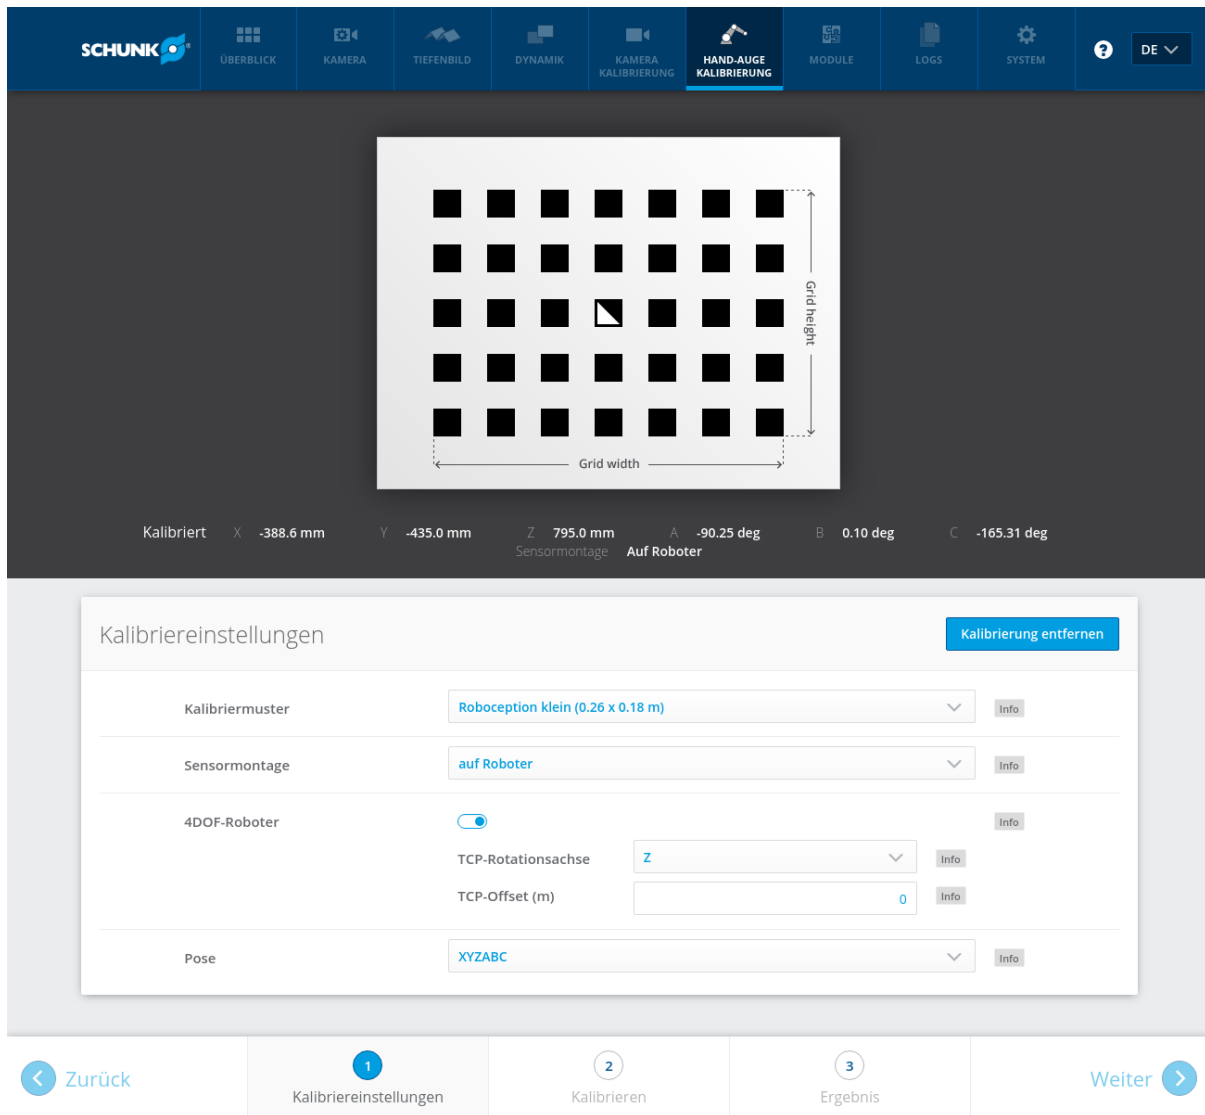

Abb. 6.22: Erfassung der Parameter zur Hand-Auge-Kalibrierung in der Web GUI des *rc\_visard*
**Web GUI-Beispiel:** Die Web GUI bietet eine Oberfläche, über die sich diese Parameter im ersten Schritt der Kalibrieroutine, wie in Abb. 6.22 gezeigt, erfassen lassen. Neben den Angaben zur Mustergröße und Kameramontage kann der Benutzer in der Web GUI auch die Kalibrierung von 4DOF-Robotern einstellen. In diesem Fall müssen die Rotationsachse, sowie der Offset vom TCP zum Kamerakoordinatensystem (für Kameras am Roboter) oder zur Oberfläche des Kalibriermusters (für statische Kameras) angegeben werden. Außerdem kann das Format für Posen eingestellt werden. Dieses Format wird im nachfolgenden Schritt 2 des Kalibriervorgangs verwendet, um die Roboterposen zu übertragen. Folgende Formate sind möglich: *XYZABC* für Positionen und Eulersche Winkel oder *XYZ+Quaternion* für Positionen samt Quaternionen für die Darstellung von Drehungen. Für die genauen Definitionen siehe *Formate für Posendaten* (Abschnitt 13.1).